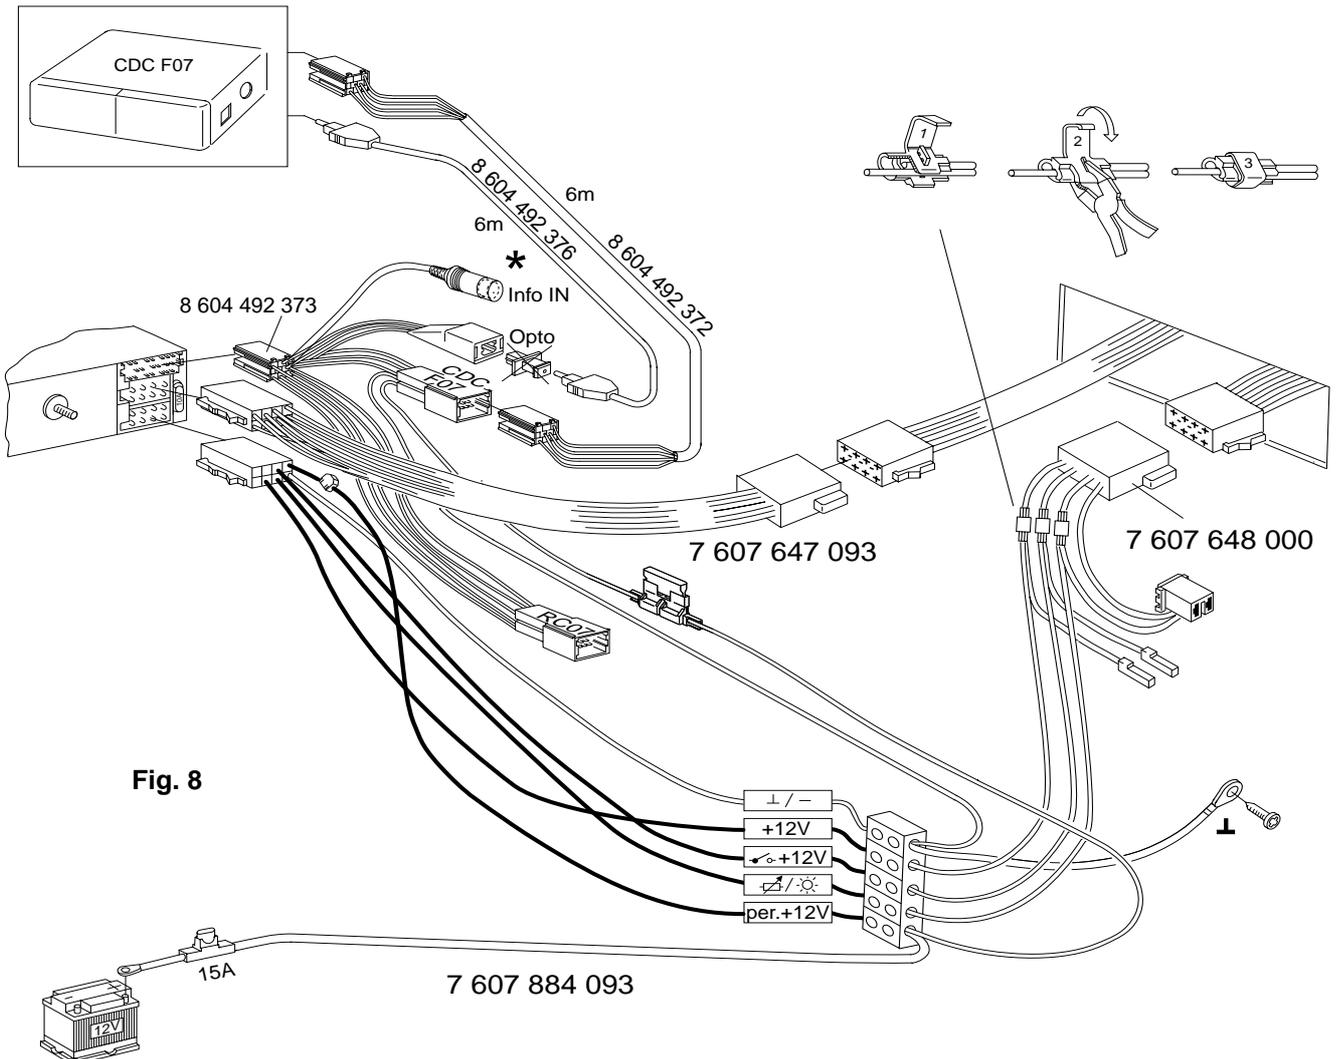

Fig. 8
- Anschluß CD-Player CDC-F07 Fig. 8